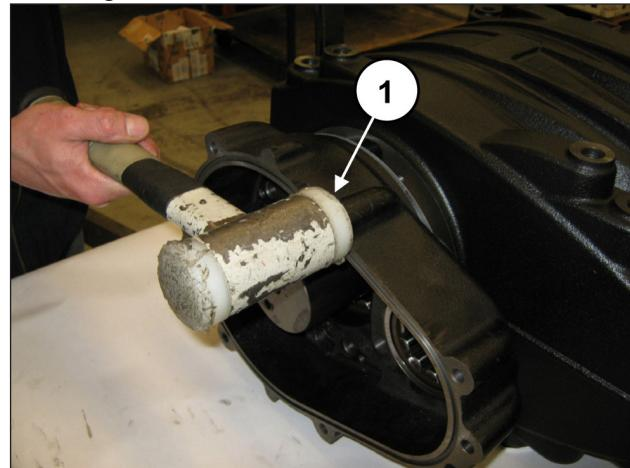

Abb. 65
Montieren Sie das Getriebegehäuse (samt Dichtung) mithilfe des Schlagwerks (Pos. ①, Abb. 65).